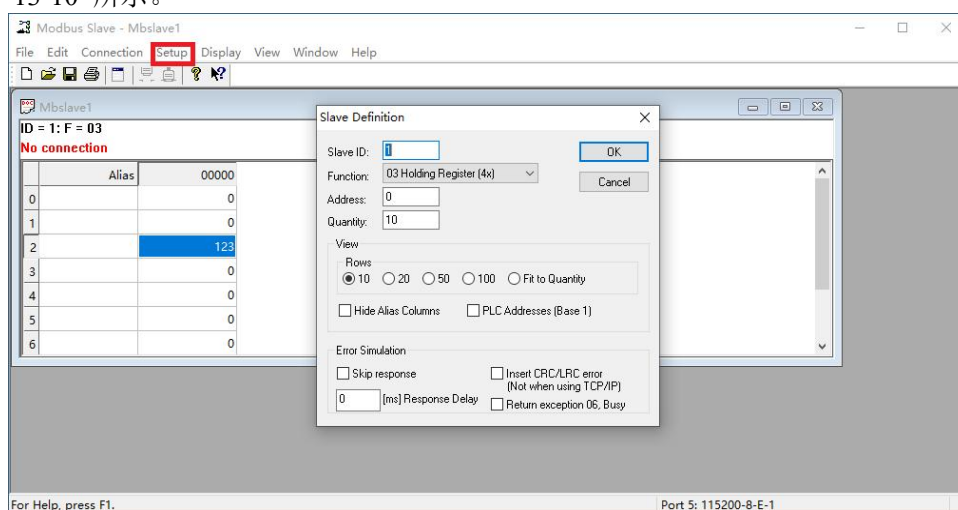

图 13-10 从机软件 MODBUS 协议设置
(4) 打开“Modbus Slave”工具，MODBUS协议设置与“Modbus Poll”相同，选择功能码3，如图 13-10 所示。